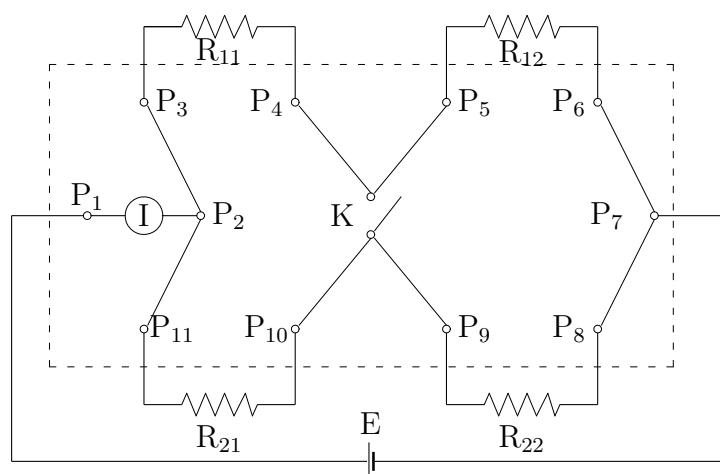

図 5.2: 並列回路 1 の結線図
1. 図 5.2 において抵抗 R_{11} 、 R_{21} 、 R_{22} 、および R_{22} を接続する。
1. 図 5.2 において抵抗 R_{11} 、 R_{21} 、 R_{21} 、および R_{22} を接続する。